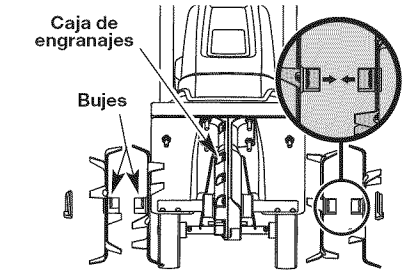

Fig. 10
6. Coloque los dientes nuevos deslizándolos en su lugar con los bujes mirando uno hacia el otro. Asegurándose de que las flechas de rotación queden mirando hacia la caja de engranajes al instalar los dientes en el eje de dientes izquierdo y en sentido contrario a la caja de engranajes en el caso del eje de dientes derecho (Fig. 10).